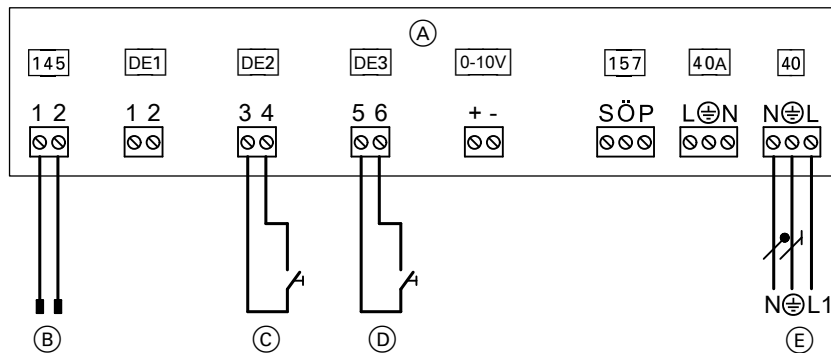

Abb. 58
- An Erweiterung EA1 gemäß Abb. 58